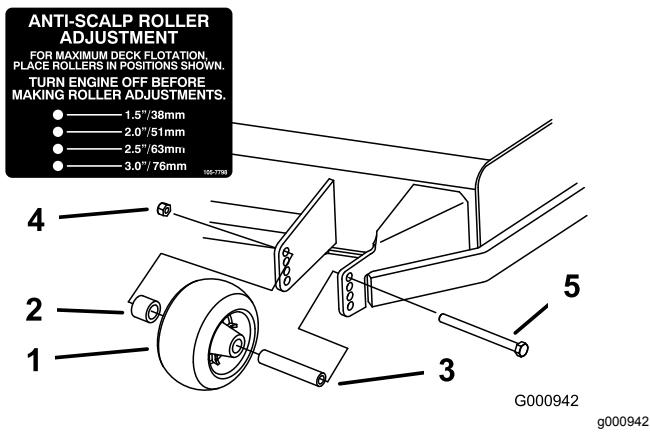
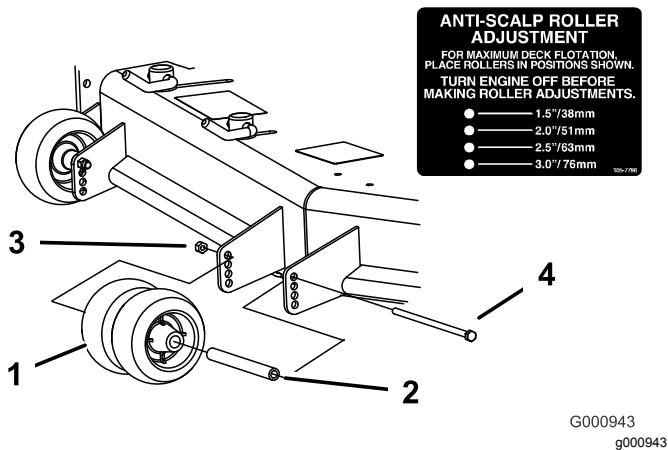
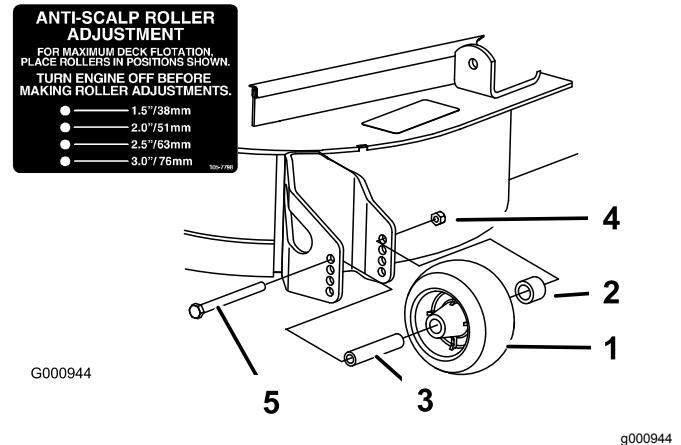

Figura 30
Figura 31
Figura 32
- Ajuste los rodillos protectores del césped, tal y como se muestra en la Figura 30, la Figura 31 y la Figura 32.